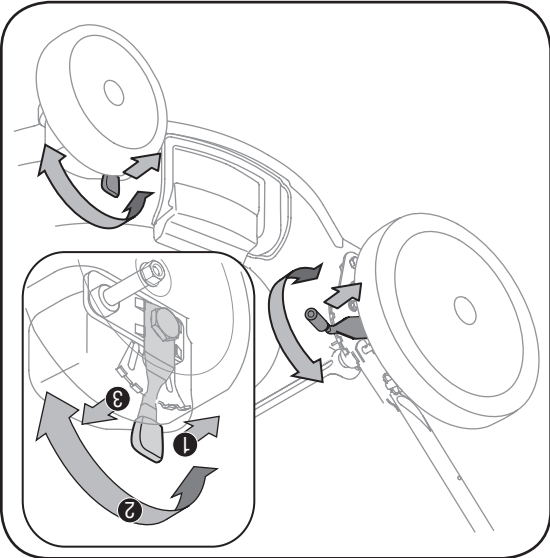

Figure 4
4. Installation du guide de la corde. Voir la Figure 4.